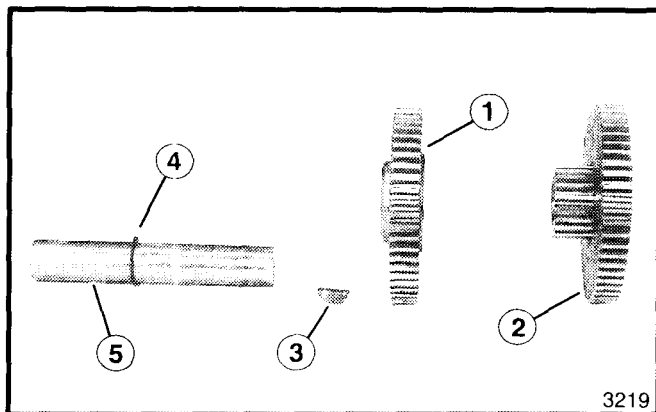

Abbildung 36. Ausgangswelle
15. Den Keil und das große Einzelzahnrad (siehe Abbildung 36) auf der Welle anbauen (sicherstellen, daß die tief abgestufte Seite des Zahnrads auf den Sicherungsring gerichtet ist).